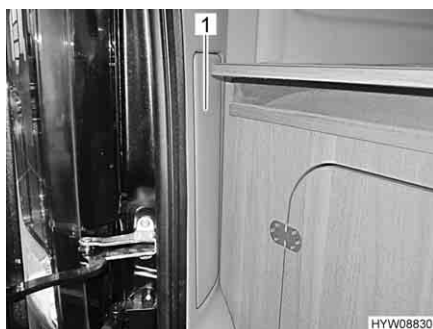

Fig. 87 Accesso a luci posteriori
- Rimuovere la copertura (Fig. 87,1). La copertura è fissata con velcro.